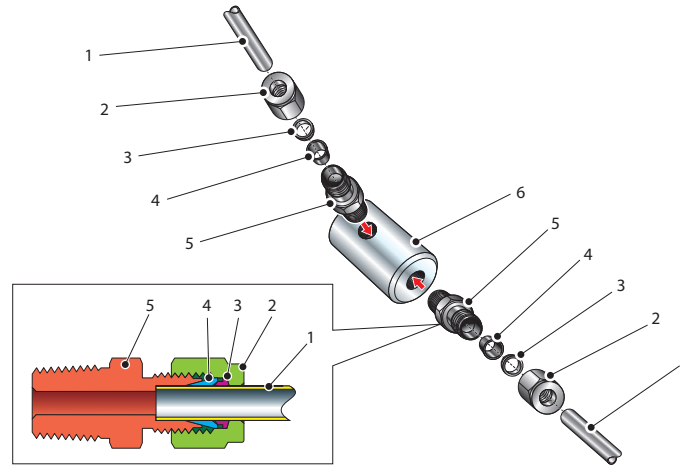

Figure 22 Connexions de gaz du bloc capteur
Les connexions de gaz échantillon sont effectuées par les ports d'entrée de gaz ("gas in") et de sortie ("gas out") sur le bloc capteur. Voir la *figure 22*. L'un des ports sur le bloc capteur peut être utilisé au choix comme port d'entrée de gaz (à savoir que les ports sont interchangeables à des fins de branchement).
Les connexions de gaz en entrée et en sortie présentent un filetage NPT 1/8". Il est conseillé d'utiliser des connexions d'entrée et de sortie de gaz avec des adaptateurs pour tubes d'acier inoxydable NPT 1/8" à 6 mm ou NPT 1/8" à 1/4" (2 à 5 – *Figure 22*). La méthode de connexion au bloc capteur (6) est la suivante :